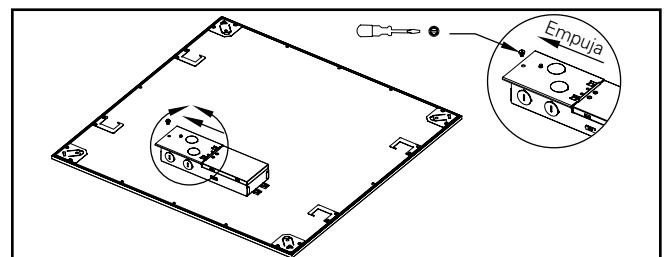

Figura 1.
3. Ubica la tapa de la caja de conexiones del accesorio y deslízala para quitarla. (Figura 1.)